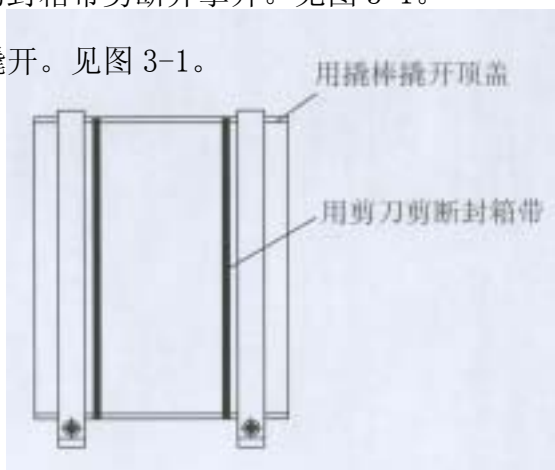

图 3-1 拆掉封箱带和撬开顶盖
1. 用剪刀把固定箱子的封箱带剪断并拿开。见图 3-1。
2. 用撬棒把箱子顶盖撬开。见图 3-1。